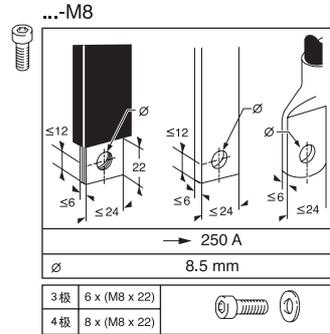

图 2
- 另可配置螺钉接线端。需在开关型号后加后缀型号...-M8，其适用的接线尺寸如图 2 (建议同时订购接线端盖 KA...-NZM7(4))
- 另可配置螺钉接线端，需在开关型号后加后缀号...-M8，其适用的接线尺寸见第 40 页图 2 (建议同时订购接线端盖 KA...-NZM7(4))